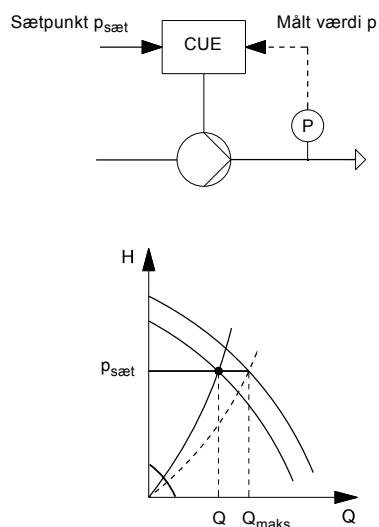

Fig. 51 Styring med konstantryk
PID-regulatoren sammenligner det påkrævede sætpunkt ($p_{\text{sæt}}$) med den faktiske værdi (p) målt med transmitteren (P). Se fig. 51.